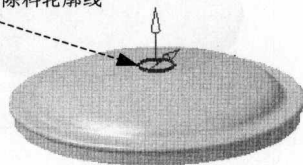

图 1.14 选取除料轮廓线
**说明:** 选取除料的轮廓曲线时, 在图中会出现除料的方向, 如图 1.14 所示, 如果方向不对, 可通过单击“钣金除料”对话框中的 **舍弃区域相反** 按钮调整除料方向。